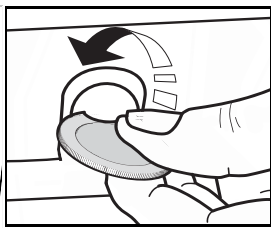

Fig.4
1. Rimuovere le viti e le relative piastrine a destra e a sinistra mediante l'utilizzo di una moneta o di un utensile (Fig.4).